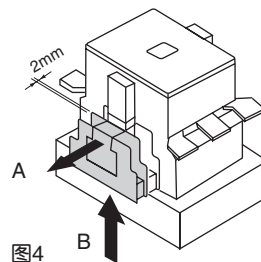

图4
- (1) 按照箭头A的方向拉动辅助触头单元, 留出2mm左右的间隙后, 再按照箭头B的方向将其拉出。(图4)